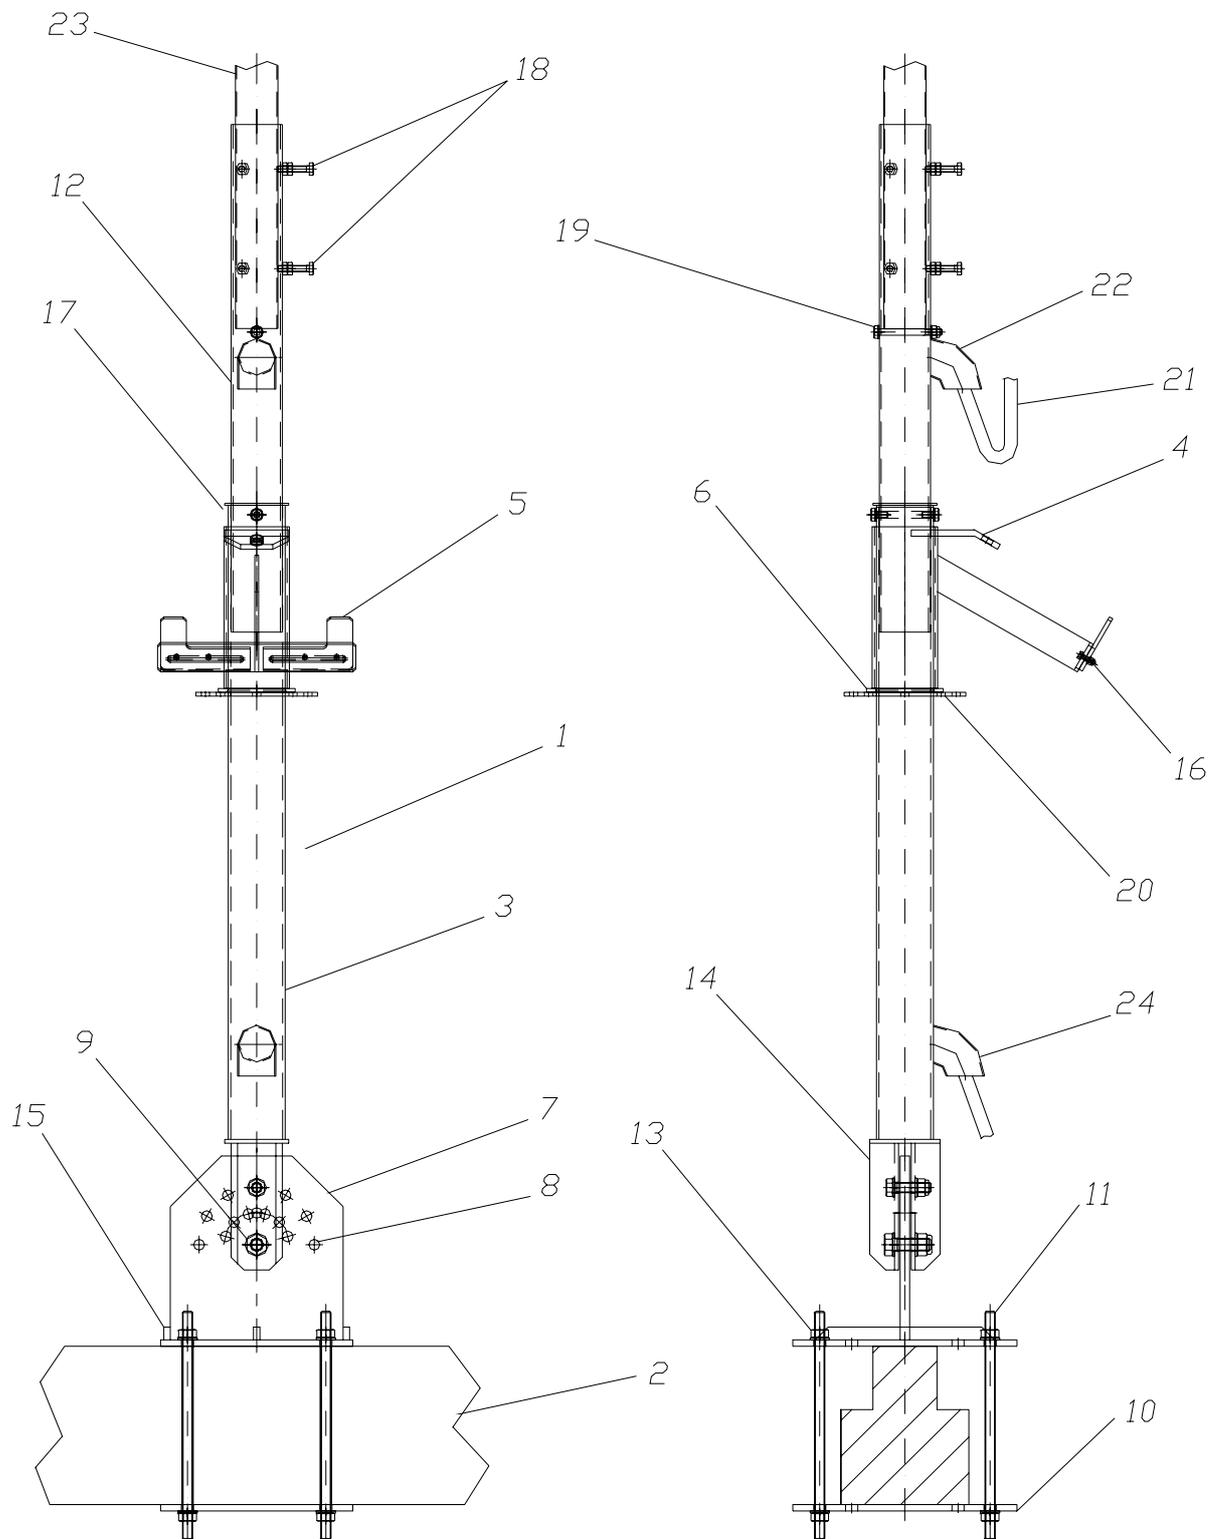
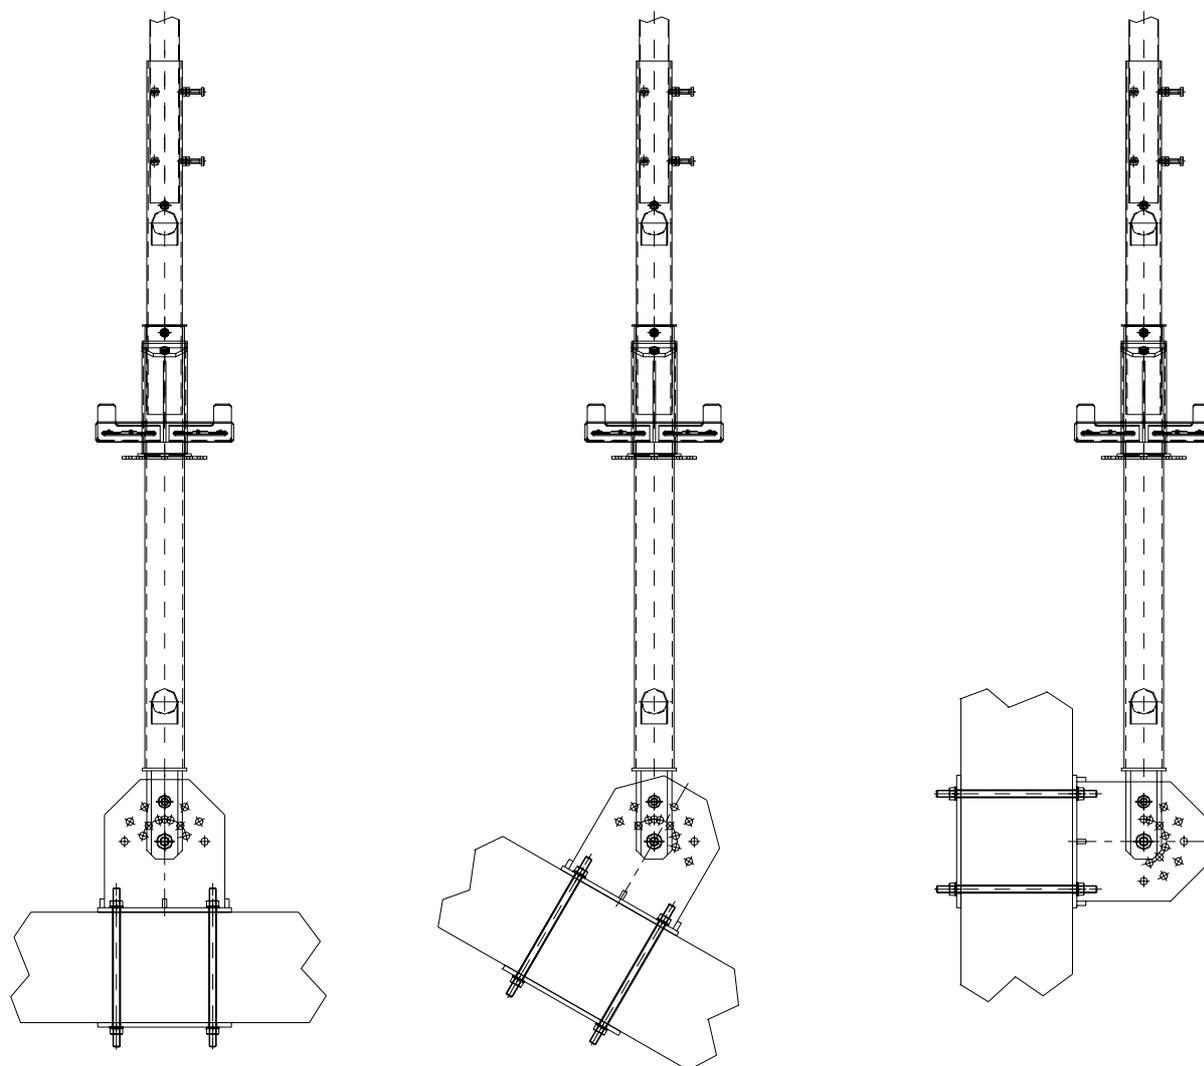

Fig. 3
Fig. 4
Tabella Fig. 3 (le descrizioni degli elementi sono state riportate a titolo informativo)
- **tipo B (palo esterno - Fig. 3):** il fissaggio viene effettuato su di una trave portante della copertura mediante una piastra forata (fig. 3 pos. 7).
- Nr. 01 palo in acciaio INOX AISI 304 fisso con curva di uscita cavi antenna (Fig. 3 pos. 3);
- Nr. 01 piastra in acciaio INOX AISI 304 di appoggio con piatto verticale forato (Fig. 3 pos. 7);
- Nr. 01 contropiastra in acciaio INOX AISI 304 (Fig. 3 pos. 10);
- Nr. 01 supporto girevole aggancio D.C.R. acciaio INOX AISI 304 (Fig. 3 pos. 4);
- Nr. 02 alette regolabili alloggiamento D.C.R. acciaio INOX AISI 304 (Fig. 3 pos. 5);
- Nr. 01 anello antiusura acciaio INOX AISI 304 (Fig. 3 pos. 6);
- Nr. 01 adattatore antenna acciaio INOX AISI 304 (Fig. 3 pos. 12);
- Nr. 04 barre filettate da cm. 100 M16 acciaio INOX AISI 304 (Fig. 3 pos. 11);
- Nr. 08 dadi e rondelle M16 (UNI 5588-6592 INOX A2) per serraggio barre filettate (Fig. 3 pos.13);
**SIGURPAL** ANTENNA è stato appositamente studiato per una semplice ed efficace installazione dell'antenna TV, senza che quest'ultima interferisca in alcun modo con la funzionalità del dispositivo di ancoraggio. I cavi dell'antenna, infatti, entrano attraverso la curva posta sull'adattatore (Figg. 1-3 pos. 22) e fuoriescono attraverso l'estremità del palo nella soluzione "tipo A" (Fig. 1 pos. 24) o attraverso la curva posta sul palo (Fig. 3 pos. 24) nella soluzione "tipo B".
I dispositivi **SIGURPAL** ANTENNA "tipo B" si adattano a qualunque copertura e a qualunque pendenza, grazie alla piastra verticale (Fig. 3 pos. 7) che, con 2 linee di fori, consente molteplici soluzioni (Fig. 4).